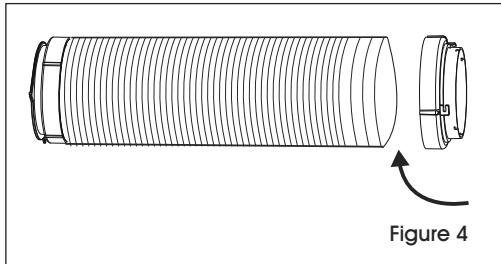

Figure 4
3. Rallongez l'autre extrémité du tuyau et vissez-la au raccord B. (Voir Figure 4)